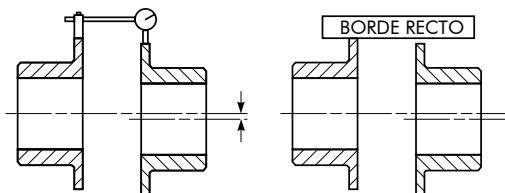

FIGURA 3
- E. **Compensación paralela** – Monte el comparador mecánico sobre un cubo o eje para leer el diámetro exterior de la otra brida del cubo como se muestra en la Figura 3. Compense por la holgura debido a la instalación del comparador. Gire ambos ejes al mismo tiempo. Ajuste el equipo colocando una cuña y/o moviéndolo a fin de que la lectura del comparador esté dentro de 0.002" pulgada por pulgada de la longitud axial entre los elementos flexibles. Vea la Tabla 1. Vea la Tabla 1.